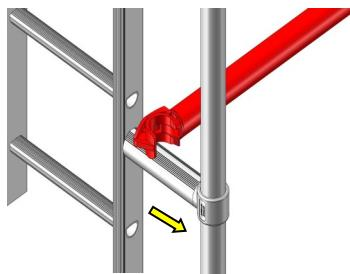

Figure 4
- a. Placer et cliquer la 1ère lisse horizontale sur les tubes verticaux de chaque cadre en veillant à la positionner de telle façon que l'ouverture du crochet soit dirigée vers l'extérieur. (cf. Figure 4).